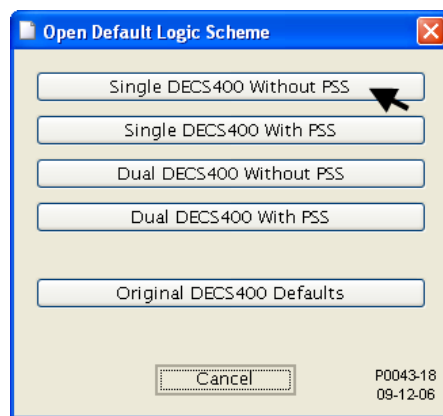

Figura 9-16. Ventana Open Default Logic Scheme (Abrir esquema de lógica predeterminado)
1. Haga clic en **File** (Archivo), **Open Default Scheme...** (Abrir esquema predeterminado) para abrir el esquema de lógica "Single DECS-400 Without PSS" (DECS-400 simple sin PSS). Cuando se abre la ventana Open Default Logic Scheme (Abrir esquema de lógica predeterminado), haga clic en el botón "Single DECS-400 Without PSS" (DECS-400 simple sin PSS) (vea la Figura 9-16). Haga clic en el botón **Yes** (Sí) en el cuadro de diálogo de advertencia para continuar abriendo el esquema de lógica. Una vez que el esquema de lógica está abierto, aparecerá un segundo cuadro de diálogo. Haga clic en el botón **OK** (Aceptar).